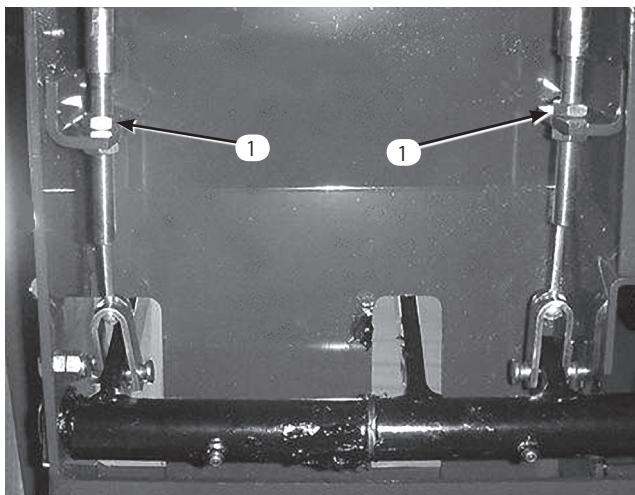

図60
2. 行きしろを小さくするには、まず、ブレーキ・ケーブルのネジ切りされた端についている前ナットをゆるめる(図60)。後ろナットを締めてケーブルを後ろへ引き、行きしろが 13 mm~25mm になるように調整する。調整ができたら前ナットを締める。